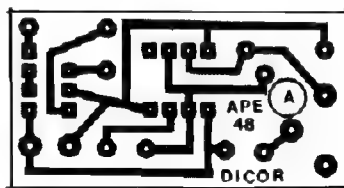

Fig. 3
- FIG. 3 - LAY OUT ESPECÍFICO DE CIRCUITO IMPRESSO (PLACA "A") - A plaquinha do módulo transmissor (que, daqui pra frente, será chamado apenas de módulo "A", para simplificar...), tem seu padrão de ilhas e pistas (simples, pequeno e de fácil realização...) em tamanho natural,